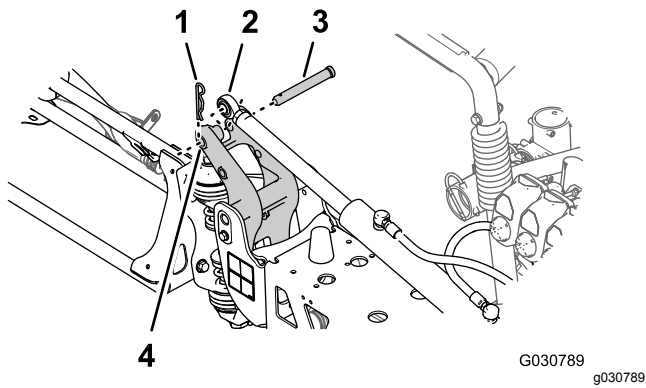

Bild 124
6. Fluchten Sie das Stangenende des Hubzylinders mit dem Loch (5 mm) im Horn des Drehzapfen-Anschlussstückes aus (Bild 124)
7. Befestigen Sie den Hubzylinder mit dem Lastösenbolzen und Splint (Bild 124), die Sie in Schritt 2 in Entfernen der Hubzylinder \(Seite 23\) entfernt haben, am Drehzapfen-Anschlussstück.